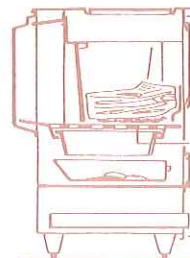

Fig. 2
- Plaque foyer arrière et plaque avant bois en place (Fig. 2)